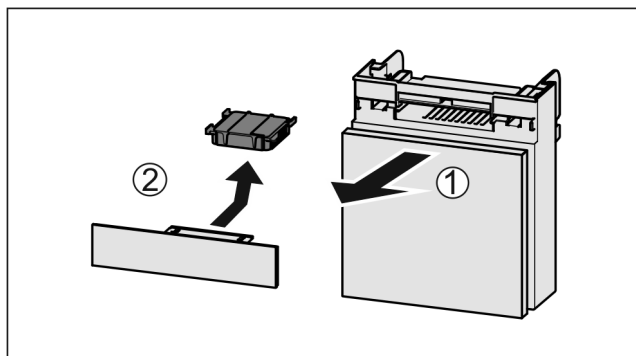

Fig. 127
- ▶ Вытянуть Fig. 127 (1) отделение движением вперед.
- ▶ Извлечение Fig. 127 (2) фильтра с активированным углем.